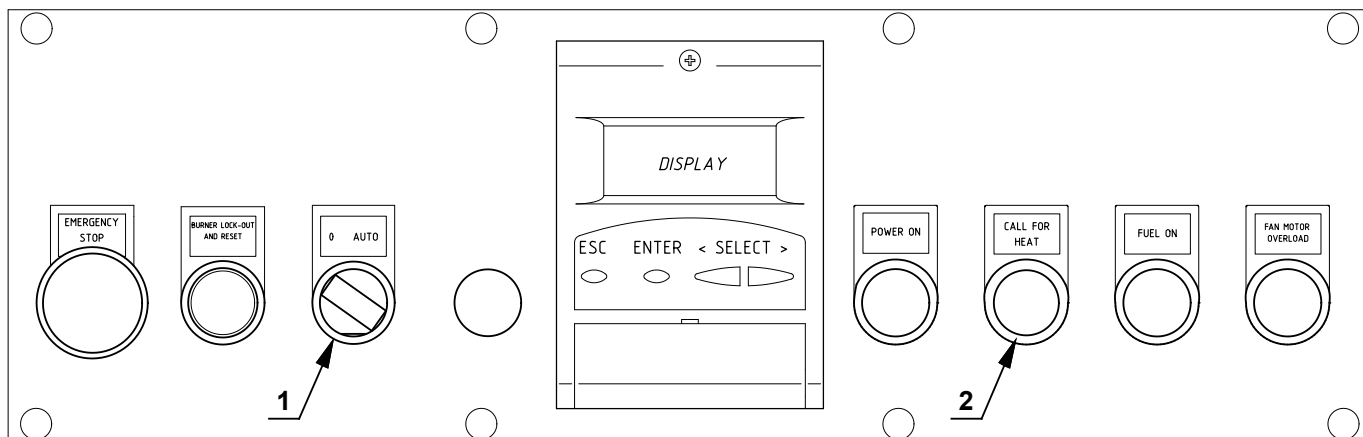

Fig. 24
Fermer les télécommandes et mettre le sélecteur 1)(Fig. 24) sur "AUTO".
À la fermeture du thermostat limite (TL), il faut allumer le signal de demande de chaleur "CALL FOR HEAT" 2)(Fig. 24) et le brûleur commence le cycle de démarrage.